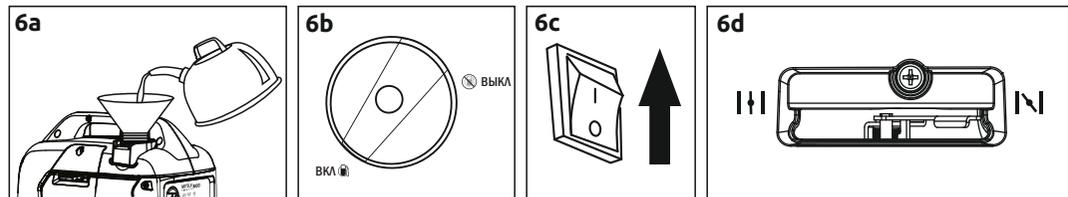

Рисунок 6
4. Залейте топливо (рис.6а).
7. Переключите тумблер в положение ON (рис.6с).